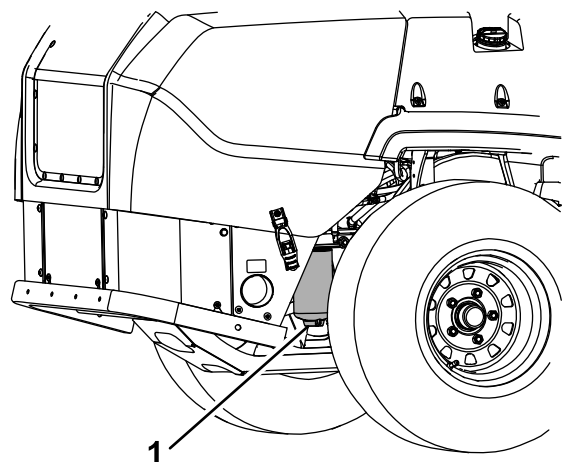

Figura 45
4. Aprite di circa un giro il tappo di spurgo sul separatore di condensa per permettere lo spurgo dell'acqua e di altre sostanze contaminanti (Figura 45).